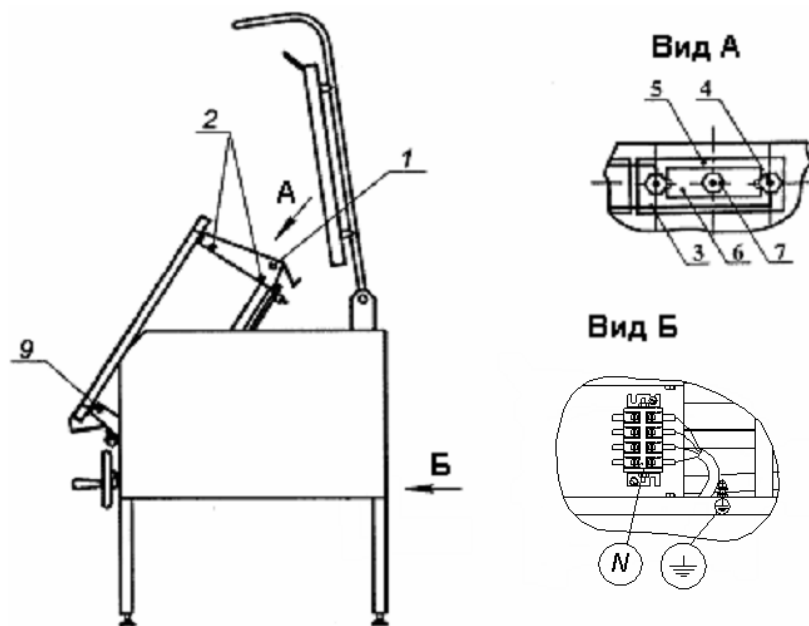

Рис.2
Нагрев чаши осуществляется ТЭНами, установленными под подом чаши. ТЭНы вставлены и закреплены с тыльной стороны чаши. Обслуживание и замена ТЭНов производится при открытой крышке, наклонённой в крайнее положение чаши и снятом кожухе (рис.2, поз. 1), для чего необходимо вывернуть 4 винта (рис.2, поз.2), крепящие кожух к чаше.
Для удобства обслуживания, правая лицевая панель (рис.1, поз.5) может быть откинута на петлях, для чего необходимо вывернуть 2 винта (рис.1, поз.9 и рис.2, поз.9), крепящие панель к чаше.
9.5.1 Для доступа к ТЭНам, необходимо снять кожух (рис.2, поз.1), вывернув 4 винта (рис.2, поз.2).
- отвернуть гайки (рис. 2, поз. 4) и снять с ТЭНа шины (рис.2, поз.3);
- отвернуть гайку (рис. 2, поз. 7) и снять распорную планку (рис.2, поз. 6), заменить ТЭН;
9.5.2 Для доступа к датчику-реле температуры и сигнальным лампам, необходимо вывернуть два винта (рис.1, поз.9 и рис.2, поз. 9) и откинуть правую лицевую панель чаши (рис.1, поз. 5) на петлях.
6.8 Заземлить сковороду отдельным проводом. Зажим заземления расположен рядом с клеммной колодкой (рис. 2, вид Б).
6.11 Подключить клеммную колодку (рис. 2, вид Б) к электросети $U = 380V$ согласно маркировке.